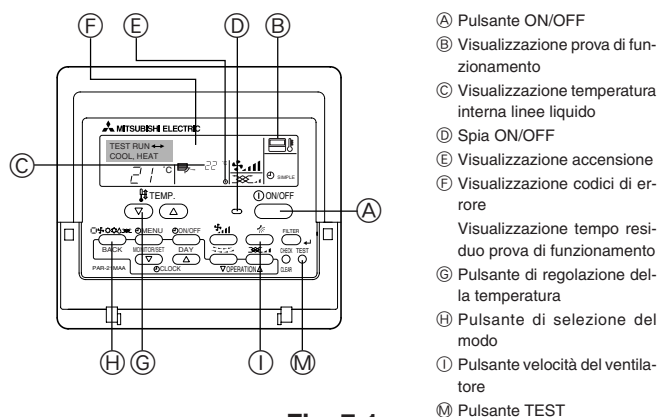

Fig. 7-1
7.2.1. Uso del comando a distanza con filo (Fig. 7-1)
- ① Inserire l'alimentazione almeno 12 ore prima della prova di funzionamento.
- ② Premere due volte il pulsante [TEST]. ➡ Display a cristalli liquidi "TEST RUN"
- ③ Premere il pulsante [Mode selection] (selezione modalità). ➡ Accertarsi che il vento venga soffiato fuori.
- ④ Premere il pulsante [Mode selection] (selezione modalità) e passare alla modalità raffreddamento (o riscaldamento). ➡ Accertarsi che il vento freddo (o caldo) venga soffiato fuori.
- ⑤ Premere il pulsante [Fan speed] (velocità del vento). ➡ Accertarsi di commutare sulla velocità del vento.
- ⑥ Controllare il funzionamento del ventilatore della sezione esterna.
- ⑦ Rilasciare il pulsante della prova di funzionamento, premendo il pulsante [ON/OFF]. ➡ Stop
- ⑧ Registrare un numero di telefono.